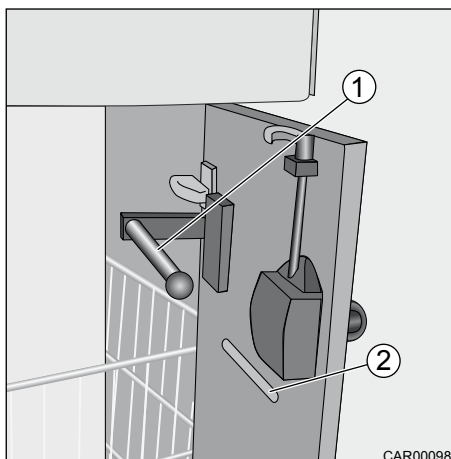

Fig. 73 Toalettpappershållare i möbeldörren
Toalettpappershållaren (Fig. 73, pos. 1) är monterad på insidan av möbeldörren under handfatet. Toalettpappret kan även dras genom urtagningen i möbeldörren (Fig. 73, pos. 2).